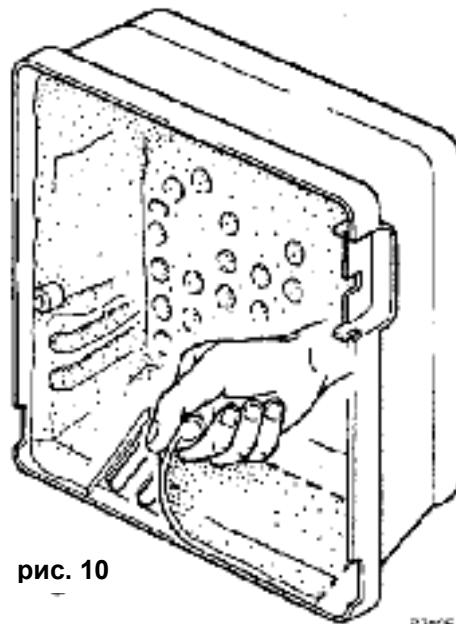

рис. 10
**ПРИМЕЧАНИЕ:** *Никогда не производите пуск горелки с воздушной заслонкой установленной ниже риски 1 на регулировочном винте (8).*
**В модели BS 4D для получения мощности 220-246 кВт удалите шумопоглощающий кожух, - под ним находятся дополнительные отверстия для доступа воздуха (см. рис. 10).**